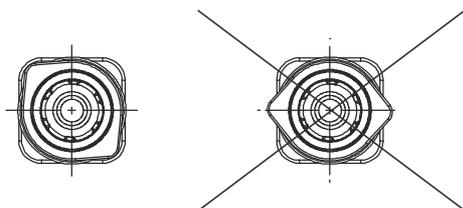

Рис. 17 Монтаж неподвижной части уплотнения (только SiC/SiC)
4. Запрессовать неподвижную часть уплотнения. См. рис. 17.